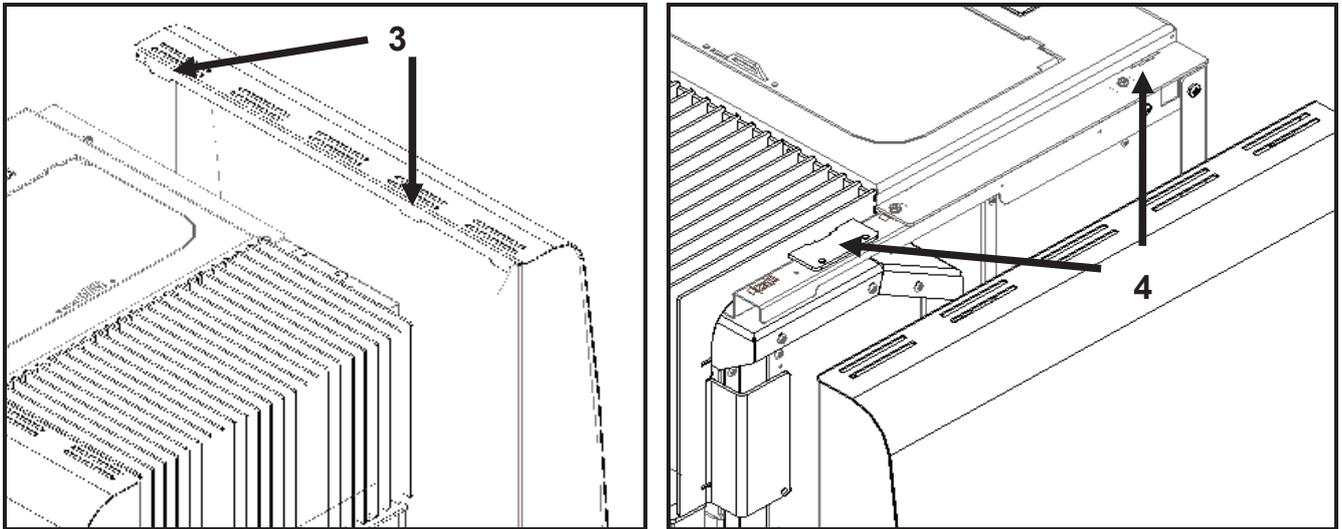

Figura 101 – Fijación de las envolventes
d) A continuación, primero enganchar los agujeros inferiores **1** de las cubiertas laterales, en las guías **2** que están en el fondo de la máquina, después en dirección descendente, encaje los apoyos **3** en las ranuras **4**, tal como se muestra en la Figura 101.